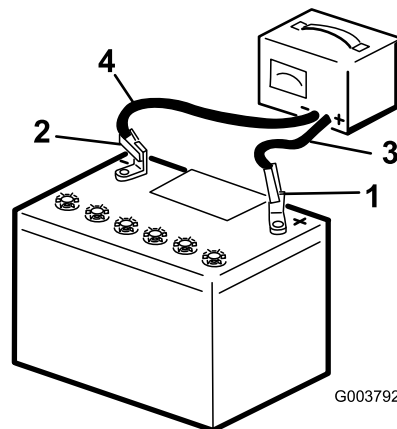

Figura 46
3. Conecte el cable positivo del cargador de la batería al borne positivo (Figura 46).
4. Conecte el cable negativo del cargador de la batería al borne negativo (Figura 46).
6. Cuando la batería esté completamente cargada, desconecte el cargador de la fuente de electricidad, luego desconecte los cables del cargador de los bornes de la batería (Figura 46).